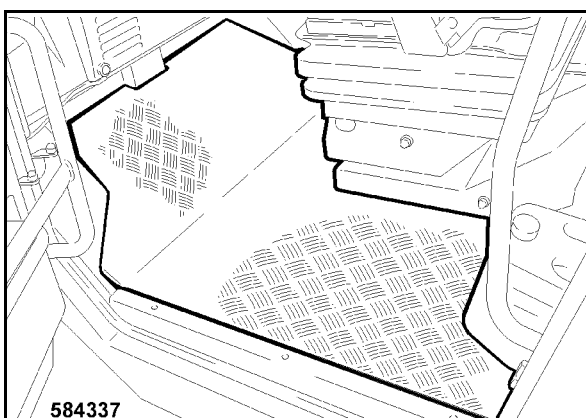

Fig. 252
- Colocar la estera 1 (Fig. 252).